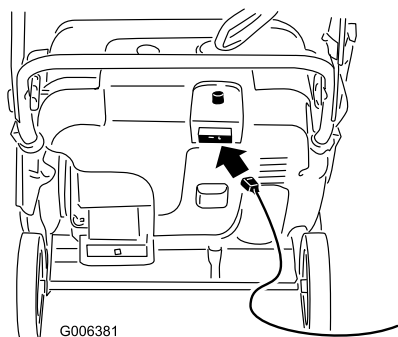
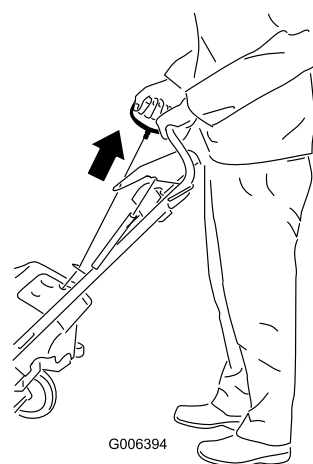

Figure 17
Figure 18
4. Raccordez la rallonge au secteur et à la machine, puis appuyez sur le bouton du démarreur électrique (modèle 38589 uniquement) (Figure 17), ou tirez la poignée du lanceur (Figure 18).